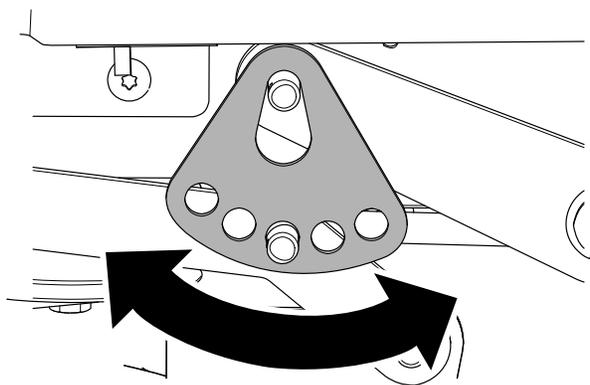

Figura 72
7. Rotiți placa pentru înălțimea de tăiere în alt orificiu, astfel încât să suporte greutatea puii mainii de tuns iarbă după ce montați placa (Figura 72).
8. Montați aiba și tiftul în formă de agrafă (Figura 72).